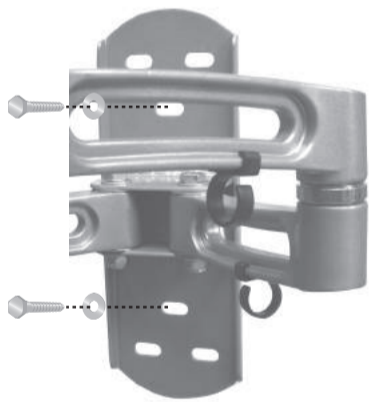

Fig. 1 - Fixer la plaque murale au mur
5. Remplacez le support sur le mur et fixez-le avec les boulons de fixation (Q) et les rondelles de fixation (R) fournis (voir Fig. 1). Ne serrez pas trop ces boulons et ne lâchez pas le support jusqu'à ce que tous les boulons aient été introduits.
4. Insérez une cheville à béton (P) dans chaque trou de manière à ce qu'elle soit au niveau de la surface en béton. Si nécessaire, un marteau peut être utilisé pour enfoncer légèrement les chevilles dans le mur.